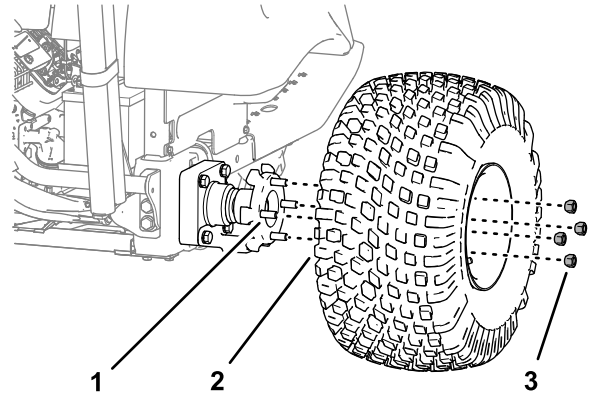

Figura 29
2. Rimuovete i 4 dadi delle ruote che fissano la ruota al mozzo e rimuovete ruota e pneumatico (Figura 29).
7. Montate pneumatico e ruota nei prigionieri del mozzo della ruota (Figura 29) con i 4 dadi delle ruote rimossi al passaggio 2, quindi serrate i dadi manualmente.